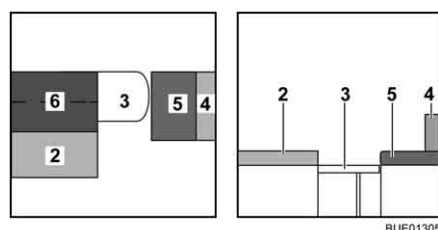

Fig. 133 Durante la trasformazione
- Aprire il cuscino aggiuntivo (Fig. 133,6) e collocarlo sul tavolo.